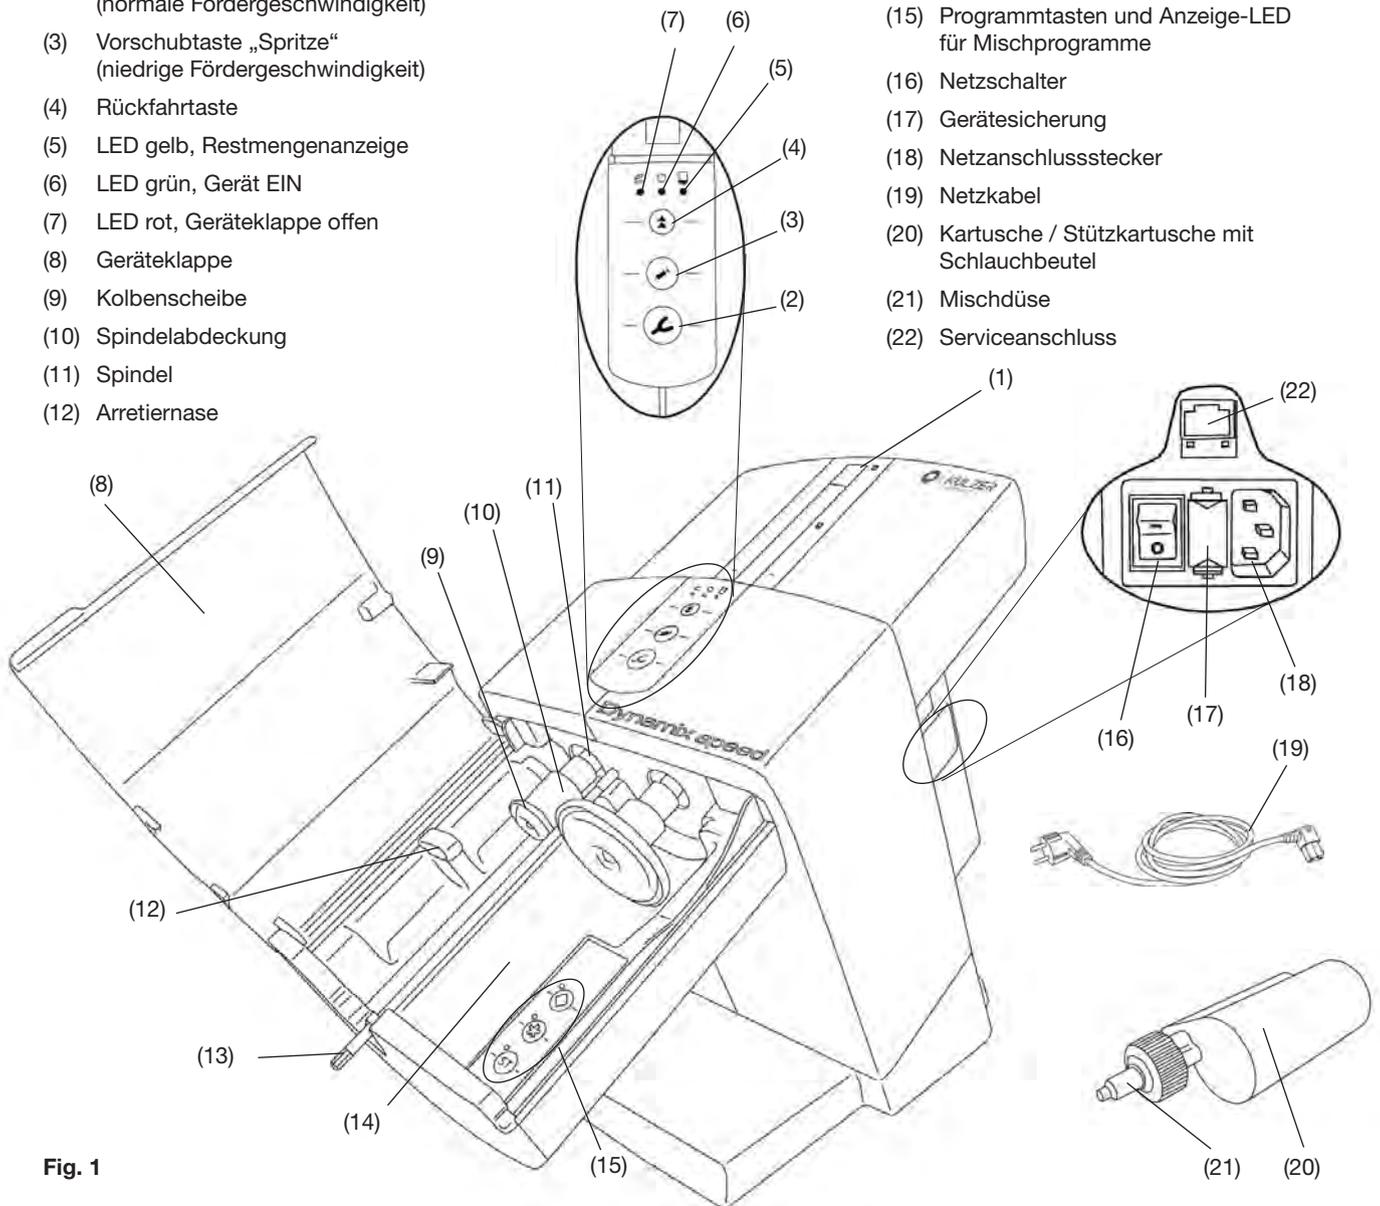
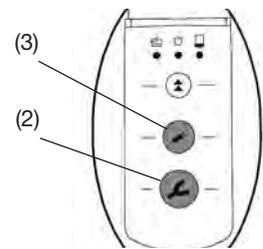

Fig. 1
Fig. 8
- Mitgeliefertes Netzkabel (19, Abb. 1) in den Netzanschlussstecker (18) einstecken.
- Gerät am Netzschalter (16) einschalten.
- Rückfahrttaste (4) drücken.
- Die Kolben (9, Abb. 1) fahren bis in die Ausgangsstellung zurück und stoppen dort.
- Geräteklappe (8, Abb. 1) öffnen.
- Transportsicherung (23) entfernen.
Das Einlegen sowie der Wechsel einer Kartusche kann nur erfolgen, wenn sich die zwei Kolben (9, Abb. 1) in der Ausgangsstellung befinden.
- Geräteklappe (8, Abb. 1) schließen.
- Kartusche (20) in das Gerät einlegen. Bitte beachten Sie, dass die Kartusche unter der Arretiernase (12) zu liegen kommt.
- Programmtaste für Mischprogramm (15) drücken, siehe auch Kap. 5.1.1. Angaben zum Mischprogramm finden Sie auf der Kartusche in Form der Symbole „Stern“  oder „Karo“ .
Die Geräteklappe lässt sich nur bei korrekt eingelegter Kartusche schließen. Solange die Geräteklappe noch nicht ordnungsgemäß geschlossen ist, leuchtet die rote LED „Geräteklappe offen“ (7, Abb. 1).
- Wird ohne vorherige Programmauswahl eine Taste zum Fördern (Abformlöffel (2, Abb. 8) oder Spritze (3, Abb. 8)) gedrückt, aktiviert das Gerät automatisch das „ST“-Programm. Die LED neben der „ST“-Taste leuchtet.
- Vorschubtaste (2) oder (3) drücken und gedrückt halten:
- Abformlöffel (2), normale Fördergeschwindigkeit mit aktiviertem Mischprogramm oder
- Spritze (3), niedrige Fördergeschwindigkeit.
- Der Mischersechskant (13, Abb. 1) beginnt sich zu drehen und fädelt automatisch in die Mischerdüse (21, Abb. 1) ein.